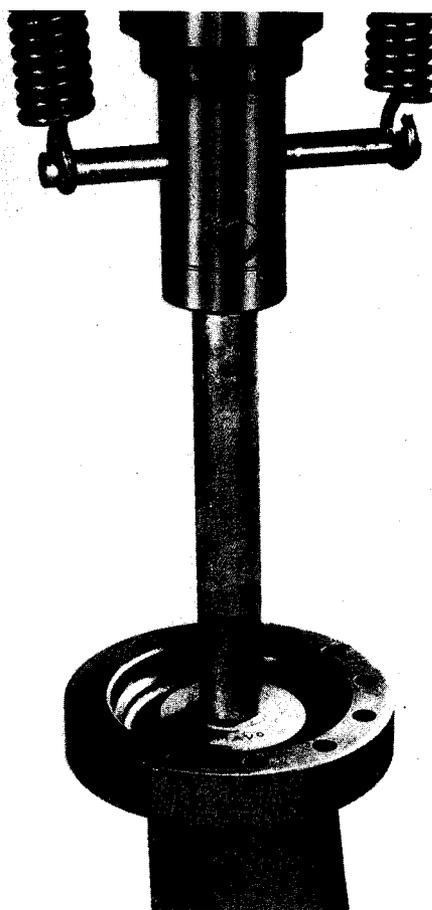

Fig. 12
- 2° Mettre en place la bague d'étanchéité côté frein (fig. 12). Outil MAVO.